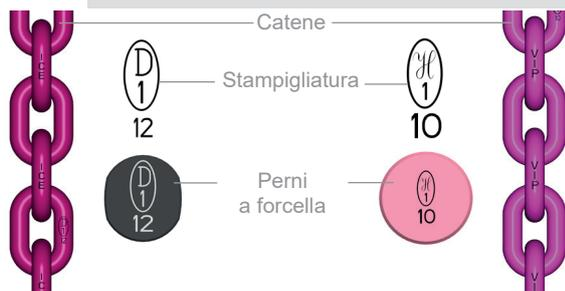

Fig. 4: Differenza tra ICE e VIP
Questo manuale si applica alle seguenti varianti di CCS-FASTLOX (per l'assegnazione, vedere Fig. 4):
- Grado del componente (Fig. 4)
Durante il montaggio di CCS-FASTLOX, prestare sempre attenzione alla corretta assegnazione di tutti i componenti (Fig. 4):
- Per componenti ICE, utilizzare solo perni per forcella ovali ICE (Fig. 4)
- Per componenti VIP, utilizzare solo perni per forcella tondi VIP (Fig. 4)